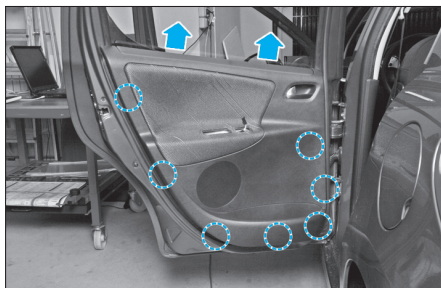

Fig. 67
- Dégrafer la garniture de porte arrière aux endroits indiqués (Fig.67).